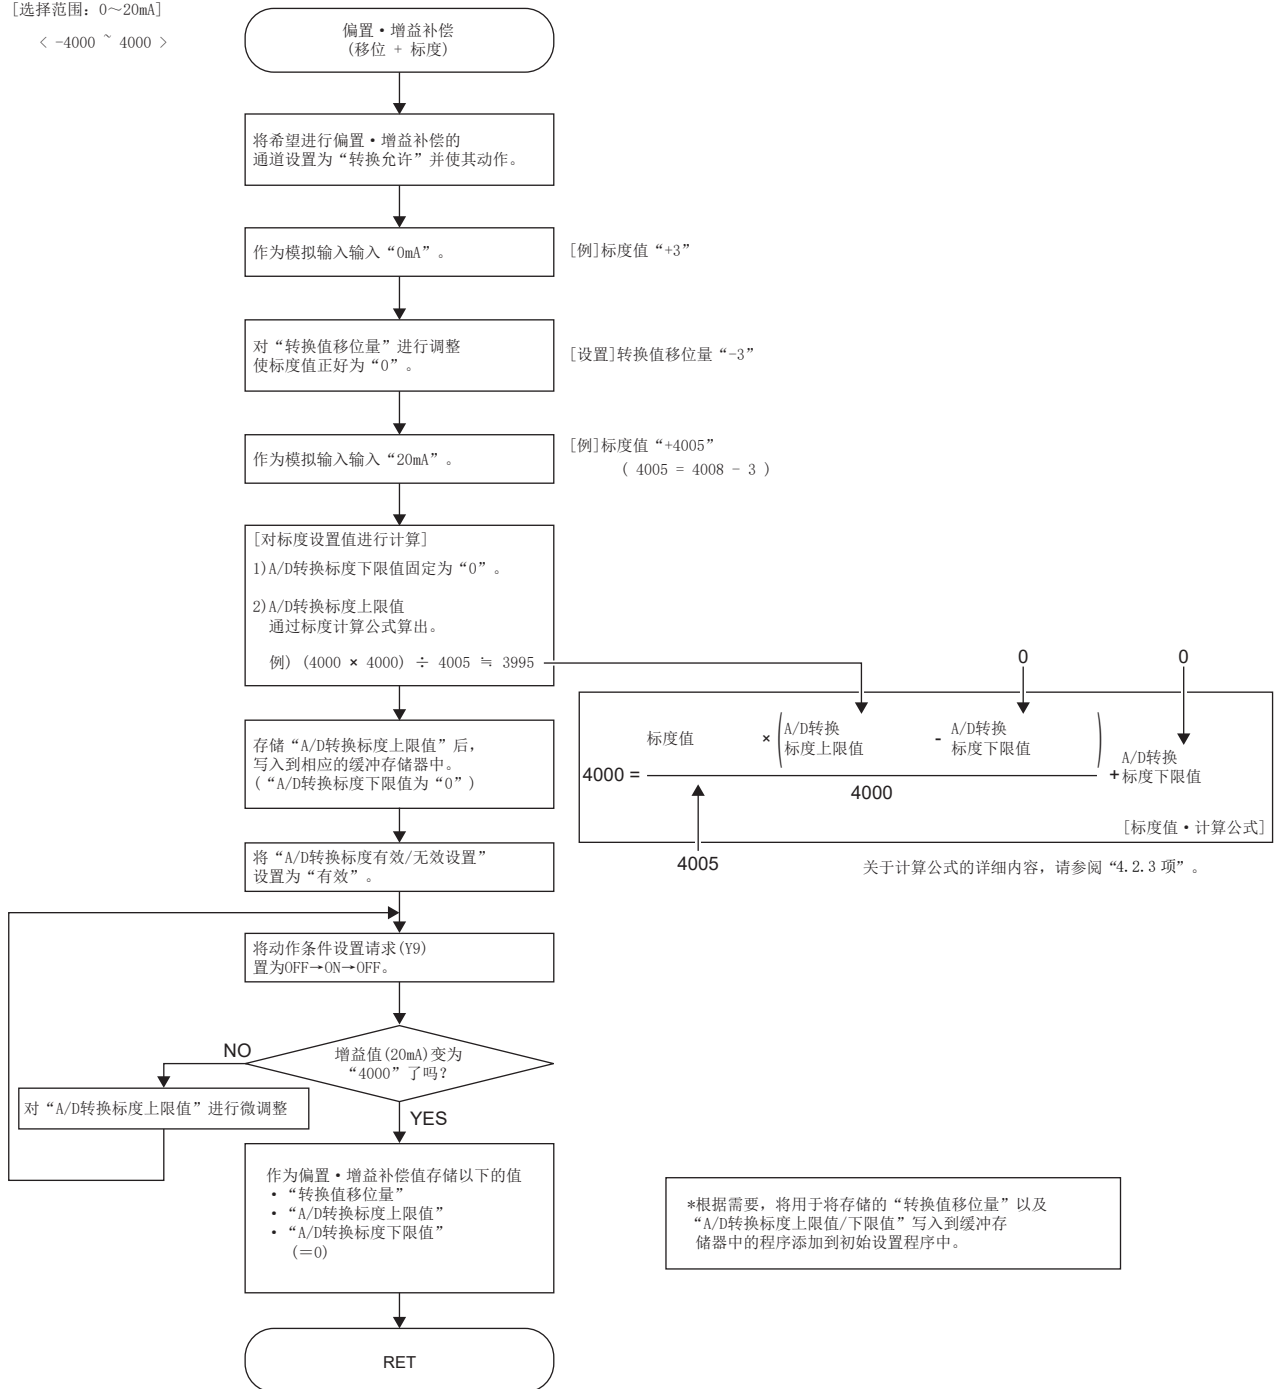

图 7.14 偏置・增益补偿示例 (A/D 转换)
- (1) 使用标度功能、移位功能进行偏置・增益补偿时，有时会发生分辨率变低的现象。在图 7.14 的示例中，约低 0.125% 左右。
- (2) 使用标度功能、移位功能进行偏置・增益补偿时，标度功能、移位功能不能用于其它用途。
- (3) 实施在线模块更换时，本偏置・增益补偿的内容不会被继承。在实施了在线模块更换后，应再次按照图 7.14 的步骤进行补偿。